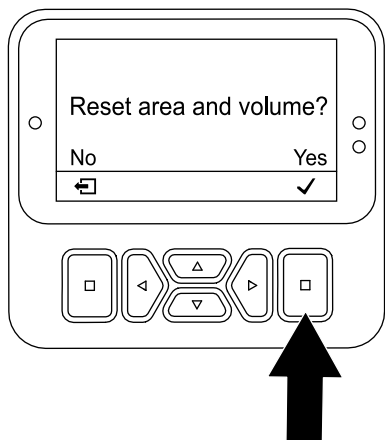

**Figura 101**
5. All'interno della schermata REIMPOSTA AREA E VOLUME, premete il pulsante Invio (**Figura 101**).